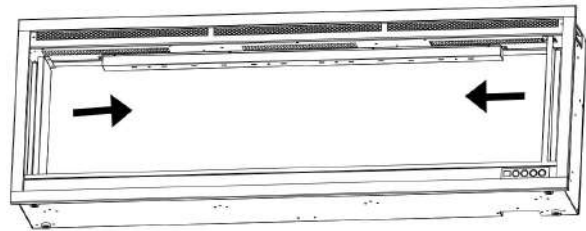

Fig. 2-2
2. Wyjmij dwa metalowe wsporniki. **Rys.2-2**